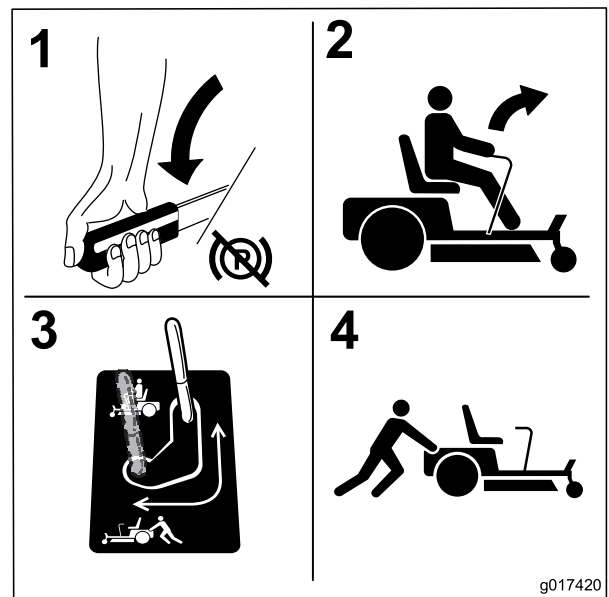

Bild 29
3. Zum Schieben der Maschine bewegen Sie die Bypasshebel nach hinten und außen, um sie zu arretieren, wie in Bild 29 dargestellt. Wiederholen Sie die Schritte an jeder Maschinenseite.
5. Schieben Sie die Bypasshebel nach vorne, um die Maschine einzusetzen (Bild 29).